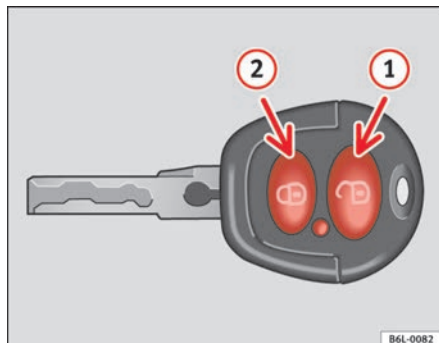
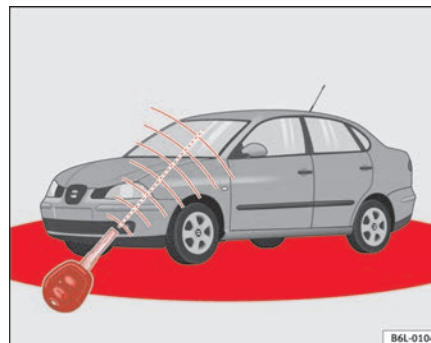

Fig. 48 Teclas de la llave con mando a distancia
Fig. 49 Radio de acción del mando a distancia por radiofrecuencia
La zona de efectividad (zonas rojas) ⇒ fig. 49 del mando a distancia se muestra en la figura. El alcance máximo depende de diversas circunstancias.
Para **abrir**, dirija la llave dentro de la zona de efectividad, hacia el vehículo y pulse brevemente la tecla de apertura (2) ⇒ fig. 48 (1). Los intermitentes ►
parpadean dos veces. Para **cerrar** el vehículo, pulse brevemente la tecla de cierre  ⇒ **fig. 48 ②**. Los intermitentes parpadean una vez.
Pulse **dos veces** la tecla de cierre  ⇒ **página 85, fig. 48 ②** se desactiva el sistema de seguridad del cierre (doble cierre) y la alarma volumétrica*, permaneciendo activada la alarma perimétrica*, el testigo sigue encendido.
Pulsando una vez la tecla  ⇒ **página 85, fig. 48 ①**, se abrirá sólo la puerta del conductor, permaneciendo el resto cerradas.
Pulsando dos veces la tecla  ⇒ **página 85, fig. 48 ①**, se desbloquearán todas las puertas.
- El mando a distancia por radiofrecuencia funciona únicamente dentro de su radio de acción ⇒ **página 85, fig. 49** (zona roja).
- Si se desbloquea el vehículo con la tecla  ① y no se abre ninguna puerta ni el portón trasero antes de que transcurran 30 segundos, volverá a bloquearse automáticamente. Esta función impide que el vehículo permanezca desbloqueado involuntariamente durante un periodo de tiempo prolongado.
⇒ página 85, fig. 48 ⇒ página 85, fig. 49.